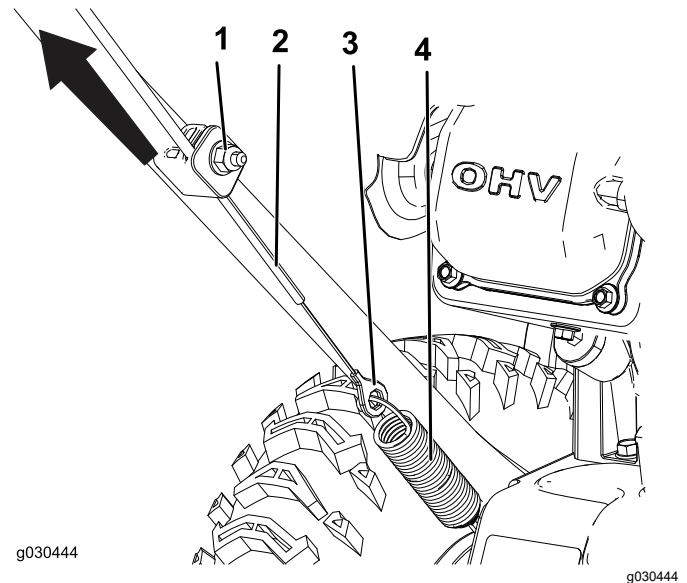

Figura 26
1. Allentate il dado sul serrafilo per cavi inferiore ma non rimuovetelo (Figura 26).
2. Tirate il cavo verso l'alto e rimuovete un po' dell'allentamento (Figura 26).
3. Tenete il cavo in posizione e serrate il dado (Figura 26).